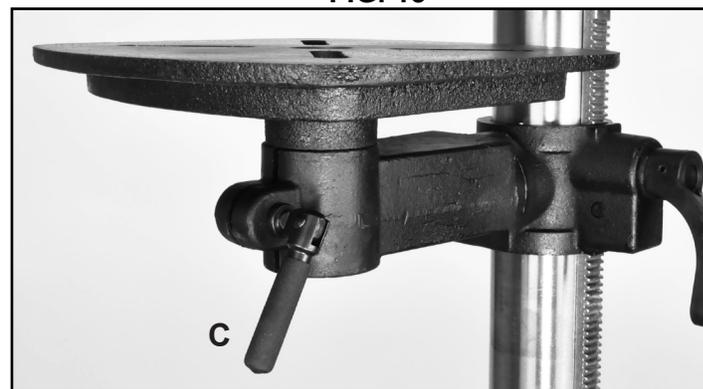

FIG. 14
4. *PARA ROTAR LA MESA* a la izquierda o a la derecha, afloje el mango de bloqueo (#9) que se coloca directamente debajo de la mesa. FIG. 14, C.